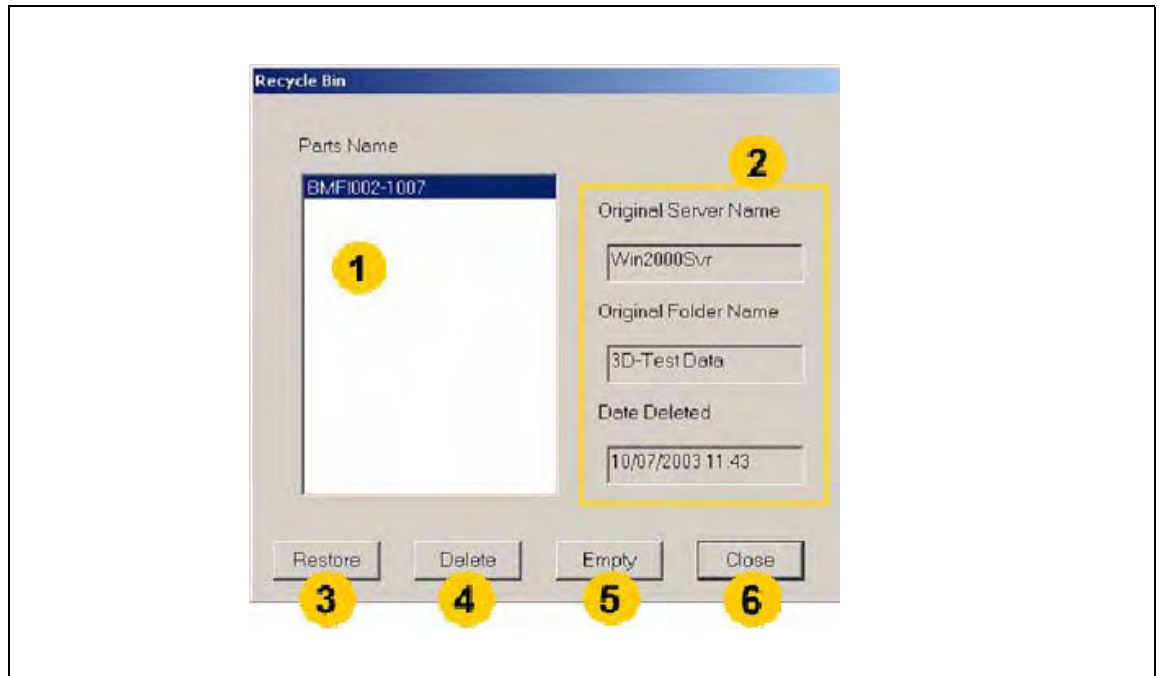

Abb. 6-16 „Recycle Bin“-Display
- 3 Bedienfeld „Restore“ (Wiederherstellen) (Abb. 6-16, Seite 6-27)**
- 4 Bedienfeld „Delete“ (Löschen) (Abb. 6-16, Seite 6-27)**
- 5 Bedienfeld „Empty“ (Leeren) (Abb. 6-16, Seite 6-27)**
- 6 Bedienfeld „Close“ (Schließen) (Abb. 6-16, Seite 6-27)**